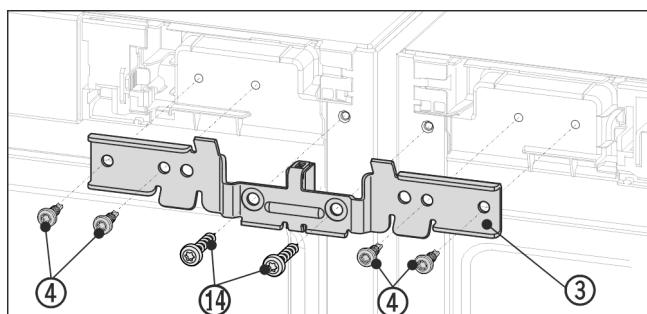

Fig. 13 Примерное отображение
- Надвиньте угол Fig. 13 (3) с помощью распорной детали между устройствами и на цапфы. Слегка прикрутите угол четырьмя винтами Fig. 13 (4) и ранее выкрученными винтами заземления Fig. 13 (14) поочередно справа и слева.